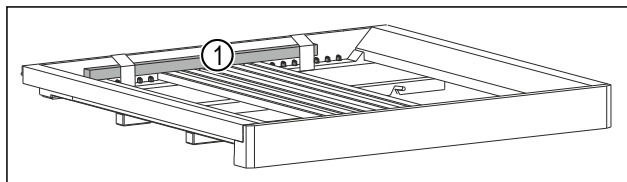

Fig. 49 *
- Hiqni shufrën prej druri Fig. 49 (1)*.